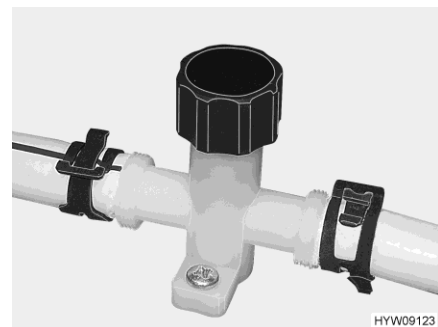

Bild 103 Avtappningskran (vattenledning)
- Stäng avtappningskranarna (Bild 103). Vrid locket medurs. Säkerhets-/avtappningsventilens och avtappningskranarnas monteringsställen anges i avsnittet 10.6 i slutet av detta kapitel.